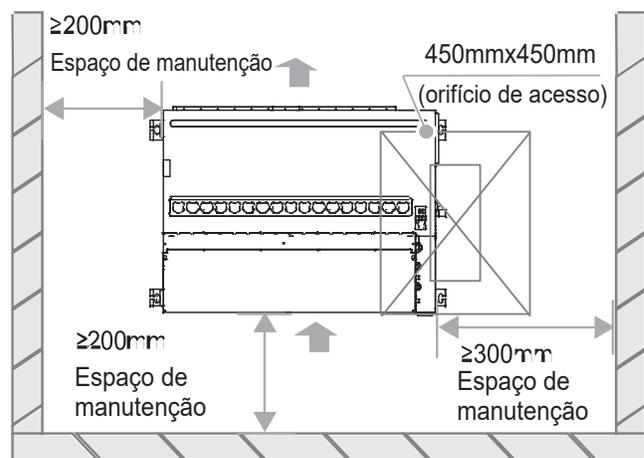

Figura 1
- Há espaço suficiente para instalação e manutenção. (Consulte a Figura 1)